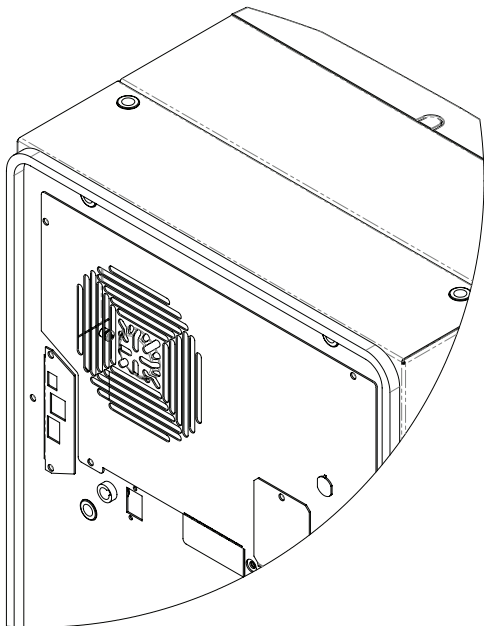

図 1
1. 本機に付属の取付用ガスケットキットを使用して、ガスケットをエアコンに取り付けます（図1参照）。